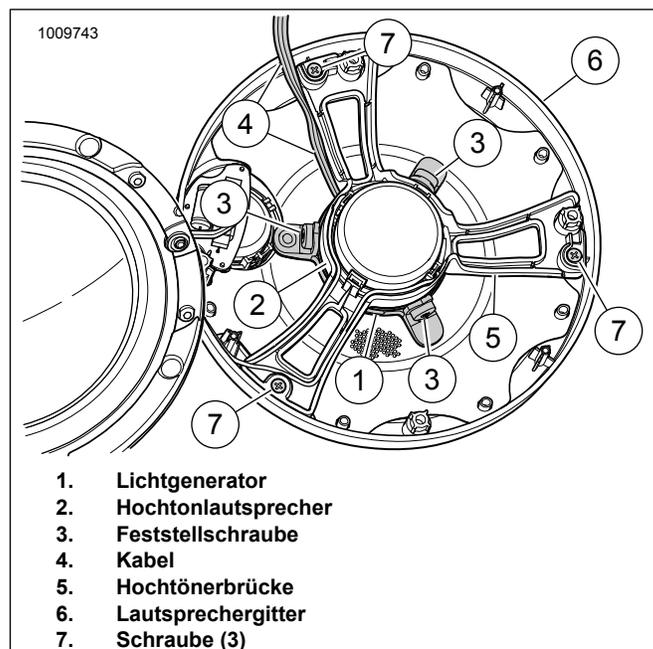

Abbildung 26. Lautsprechergitter, Hochtonlautsprecher, Hochtönerbrücke und LED-Beleuchtung
Siehe Abbildung 26. Den Lichtgenerator (1) wie dargestellt auf die Hochtönerbrücke (2) setzen. Lichtgenerator leicht andrücken.